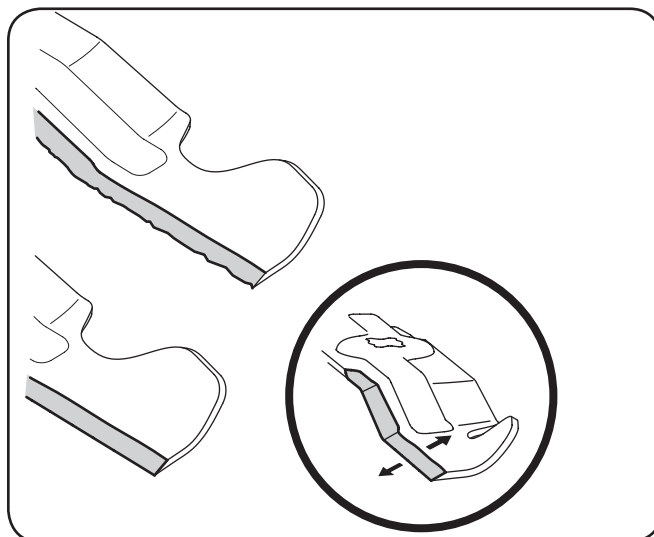

Figura 6-3
6. Cambie o afile las cuchillas. Para afilar las cuchillas de corte correctamente, extraiga cantidades iguales de metal de ambos extremos de las cuchillas a lo largo de los bordes cortantes, paralelo al borde de caída, a un ángulo de 25° a 30°. Afíle siempre cada borde de las cuchillas de corte de forma pareja para mantener un equilibrio adecuado entre las mismas. Consulte la Figura 6-3.